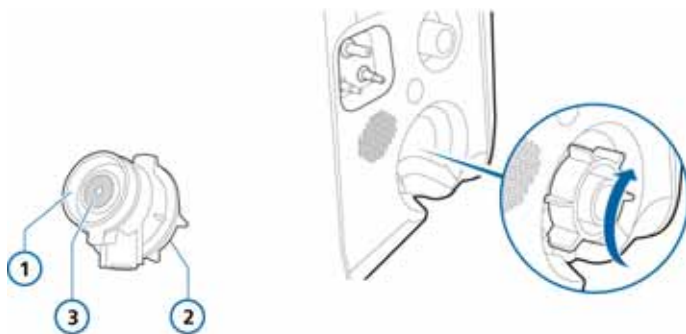

図 2-3. 呼気弁の取り付け
1. 呼気弁ハウジングを持ち（図 2-3）、シリコンダイヤフラムを呼気弁ハウジング内に固定します。